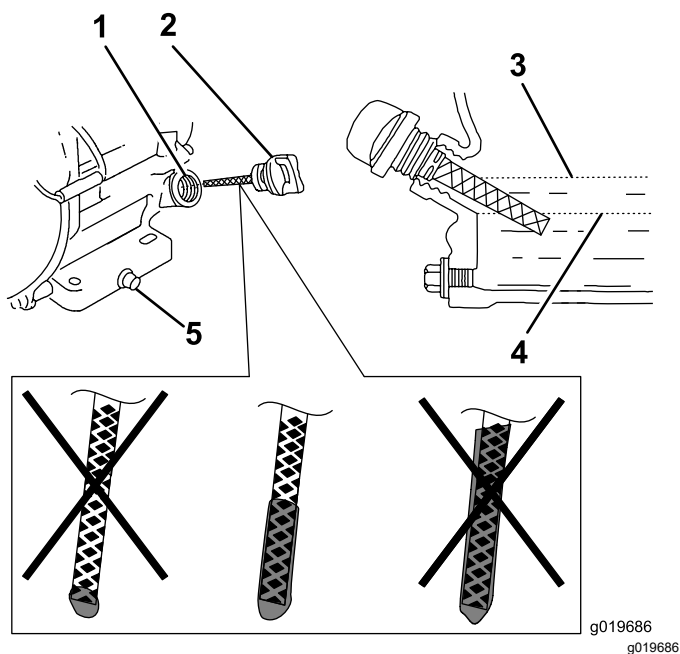

Рисунок 32
6. Выньте масломерный щуп и проверьте уровень масла в двигателе (Рисунок 32).